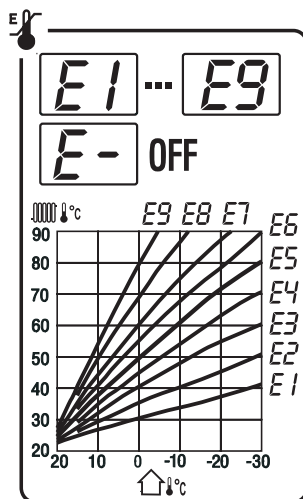

рис. 2
Нажмите кнопку **MODE** – на дисплее появится буква **E** с параметром от (-) до (9). Выбор погодной характеристики производится с помощью кнопок **-** **+** Угол наклона возрастает с увеличением установленного числа ($E1 < E9$), см. рис. 2. Выключение режима регулирования в зависимости от погодных условий осуществляется выбором значения (**E-**).